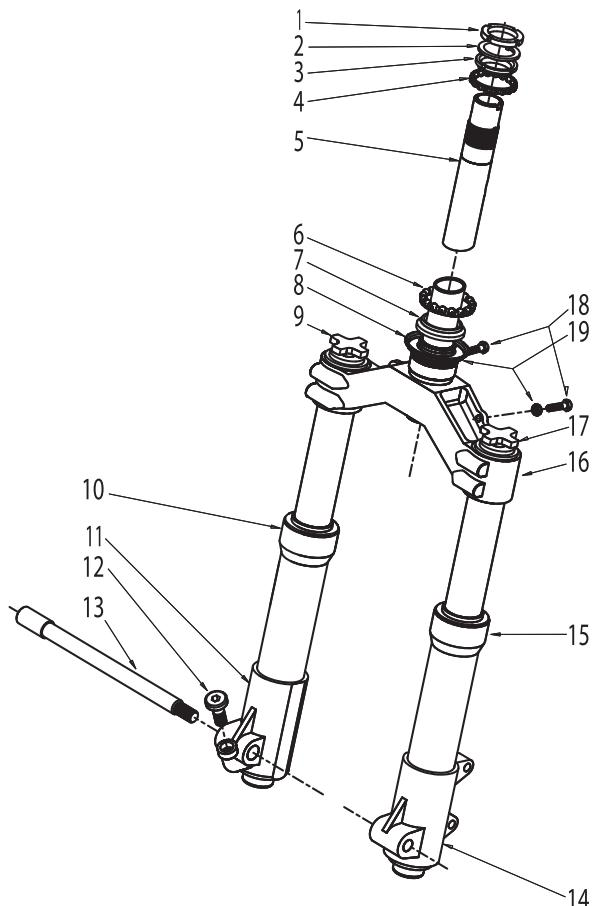

Fig. 1
- 4) Svitando la vite che lo fissa al tubo di sterzo (part. 5, **Fig. 1**) togliere il manubrio dalla forcella e rovesciarlo in avanti avendo cura di non danneggiare i vari cavi ad esso collegati.
- 5) Svitando la ghiera e l'anello cuscinetto superiore (part. 1-3, **Fig. 1**) si può ora smontare la forcella ORIGINALE dal vostro scooter, avendo cura di non danneggiare le due ralle a sfere (part. 4-6, **Fig. 1**). Togliere il cavo del contachilometri dalla sua sede di ancoraggio sul parafanghi ed il tubo del freno anteriore.
- 4) Unscrew the screw that fastens the handlebar to the steering tube (part. 5, **Fig. 1**) and then remove the handlebar from the fork and turn it upside down, paying attention to avoid damage to the cables connected.
- 5) After unscrewing the lock nut and the upper bearingring(part.1-3,**Fig.1**),you can now remove your scooter's ORIGINAL fork, paying attention not to damage the two ball-bearing fifth wheels (part. 4-6, **Fig. 1**). Remove the odometer cable from its anchor point on the fenders and the front brake tube.
- 4) Lösen sie die Schraube mit der der Lenker am Schaftröhr befestigt ist (Teil 5, **Fig. 1**), ziehen sie dann den Lenker vom Schaft und drehen sie ihn auf den Kopf; achten sie dabei darauf keine Kabel und Züge zu beschädigen.
- 5) Lösen sie die Kontermutter des Steuersatzes und entfernen sie den oberen Lagerring (Teil 1-3, **Fig. 1**). Sie können nun die Originalgabel entfernen. Achten sie dabei darauf dass sie die Lagerringe des Steuersatzes nicht beschädigen (Teil 4-6, **Fig. 1**). Lösen sie die Tachowelle und die Bremsleitung aus ihren Führungen am Kotflügel.
7) Smontare dalla forcella originale l'anello cuscinetto inferiore ed il parapolvere avendo cura di non danneggiarli (part. 7-8, **Fig. 1**).
7) Remove the lower bearing ring and the dust cover from the original fork, paying attention to avoid damage (part. 7-8, **Fig. 1**).
7) Nehmen sie den unteren Lagerring und den Staubschutz von der originalen Gabel, achten sie dabei darauf diese nicht zu zerstören. (Teil 7-8, **Fig. 1**).
2) Montare il parapolvere (part. 8, **Fig. 1) sulla nuova forcella Malossi.**
3) Montare l'anello cuscinetto inferiore (part. 7, **Fig. 1**) sulla forcella Malossi avendo l'accortezza di portarlo ad una temperatura non superiore ai 150 °C al fine di facilitare l'inserimento nella propria sede, avendo cura di non danneggiare in nessun modo la sede di scorrimento delle sfere.
4) Montare sulla forcella Malossi i due bulloncini (part. 18, **Fig. 1**) con i rispettivi controdadi (part. 19, **Fig. 1**) che servono per regolare le battute di fine corsa dello sterzo.
2) Assemble the dust cover (part. 8, **Fig. 1) on the new Malossi fork.**
3) Assemble the lower bearing ring (part. 7, **Fig. 1**) on the Malossi fork, while taking the measure of heating it to a temperature of no more than 150°C in order to facilitate insertion in the housing and paying attention not to damage the ball bearing housing.
4) Assemble the two bolts (part. 18, **Fig. 1**) with their lock nuts (part. 19, **Fig. 1**) that serve for the adjustment of the steering stroke end points on the Malossi fork.
2) Montieren sie den Staubschutz (Teil 8, **Fig. 1) auf der neuen Malossi Gabel.**
3) Montieren sie den unteren Steuersatzlagerring (Teil 7, **Fig. 1**) auf der Malossi Gabel, erhitzten sie den Ring auf maximal 150° C und achten sie darauf bei der Montage die Lagerfläche nicht zu beschädigen.
4) Montieren sie die beiden Schrauben (Teil 18, **Fig. 1**) mit den dazugehörigen Anschlagschrauben (Teil 19, **Fig. 1**) mit denen der Lenkanschlag der Malossi Gabel eingestellt wird.
- 6) Inserire la ralla inferiore (part. 6, **Fig. 1**) nel tubo di sterzo e posizionarla sull'anello cuscinetto inferiore, avendo cura se necessario di lubrificarla con una adeguata quantità di grasso (Fiat Z2 oppure IP Autogrease LZ).
- 7) Inserire la vostra nuova forcella Malossi nel canotto di sterzo dello scooter avendo cura che le due viti di fermo sterzo (part. 18, **Fig. 1**) siano rivolte verso la parte posteriore dello scooter.
- 8) Inserire nella parte superiore del tubo di sterzo la ralla superiore (part. 4, **Fig. 1**) dopo
- 6) Insert the lower fifth wheel (part. 6, **Fig. 1**) in the steering tube and position it on the lower bearing ring, making sure to adequately grease (using Fiat Z2 or IP Autogrease LZ types) if required.
- 7) Insert your new Malossi fork in your scooter's steering tube, making sure that the two steering retainer screws (part. 18, **Fig. 1**) face the scooter's rear.
- 8) Insert the upper fifth wheel (part. 4, **Fig. 1**) in the upper part of the steering tube after adequate greasing. Temporarily fasten the fork in place by screwing in the upper bearing ring (part. 3, **Fig. 1**).